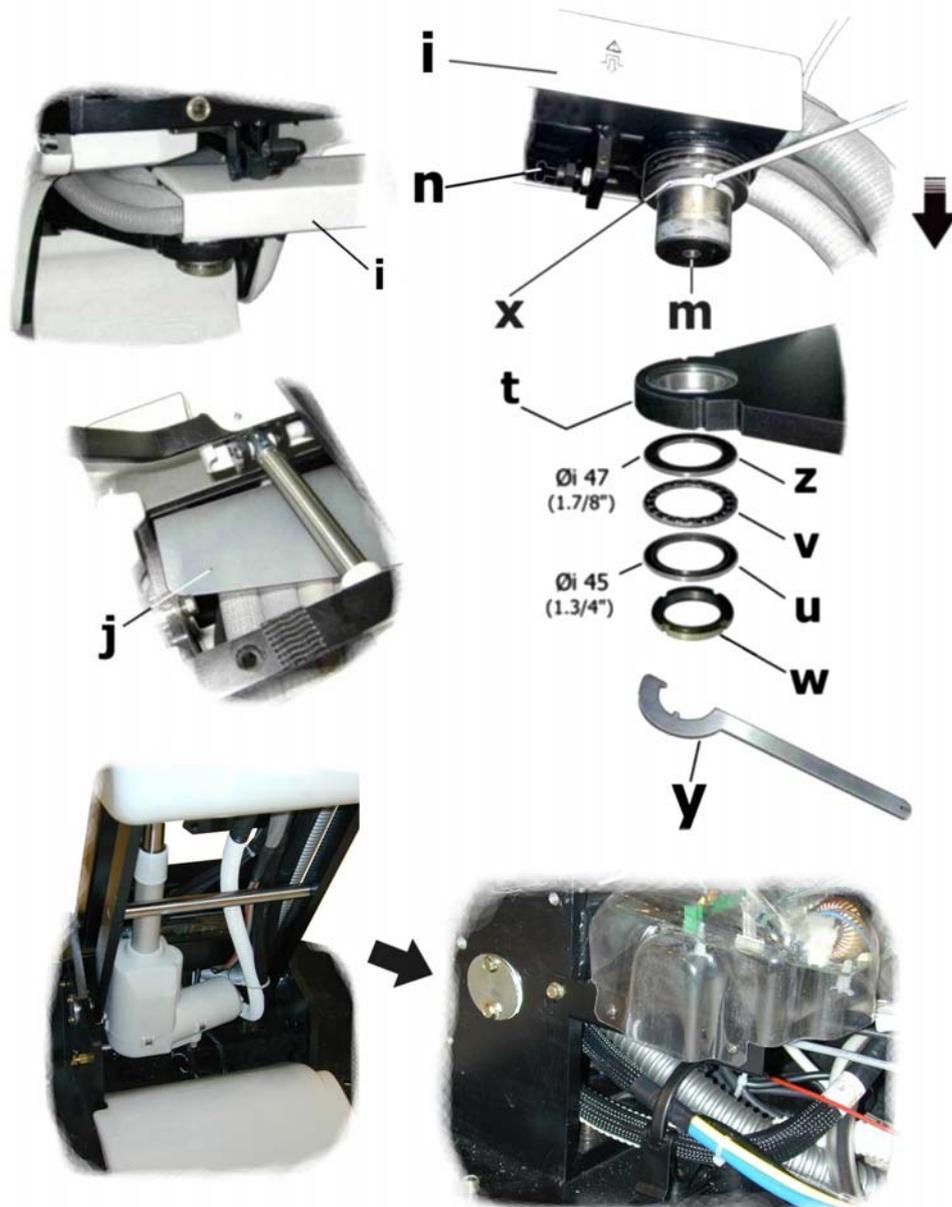

Fig. D2 – Connexion de l'unit dentaire au fauteuil
- 4) Retirer la protection (e) fixée au velcro et la protection des câbles (j – fig. D2) puis dévisser les quatre vis de fixation (p) pour retirer le carter (n). Débrancher les deux connecteurs (r et s) pour permettre le retrait de l'assise.
CONNEXION DE L'UNIT DENTAIRE AU FAUTEUIL (Fig. D2)